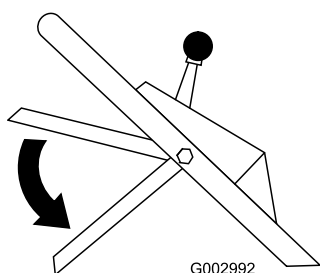

Figure 17
8. Sélectionnez la position la plus basse de la barre de commande (Figure 17).
2. Sélectionnez la position la plus basse de la barre de commande (Figure 17).
3. Sélectionnez la position la plus basse de la barre de commande (Figure 17).